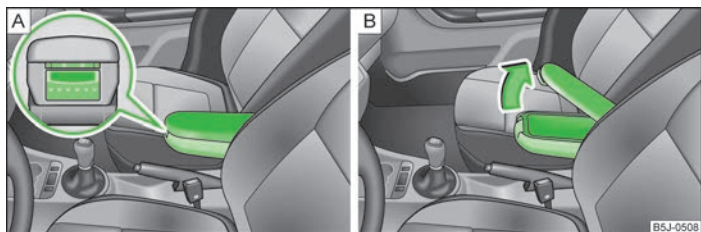

Fig. 72 Cotiera: Compartimentul de depozitare/Deschiderea compartimentului de depozitare
- Apăsați tasta inferioară de pe partea frontală a cotierei » fig. 72 - [A].
- Apăsați tasta superioară și rabatați înspre în sus capacul compartimentului de depozitare » fig. 72 - [B].